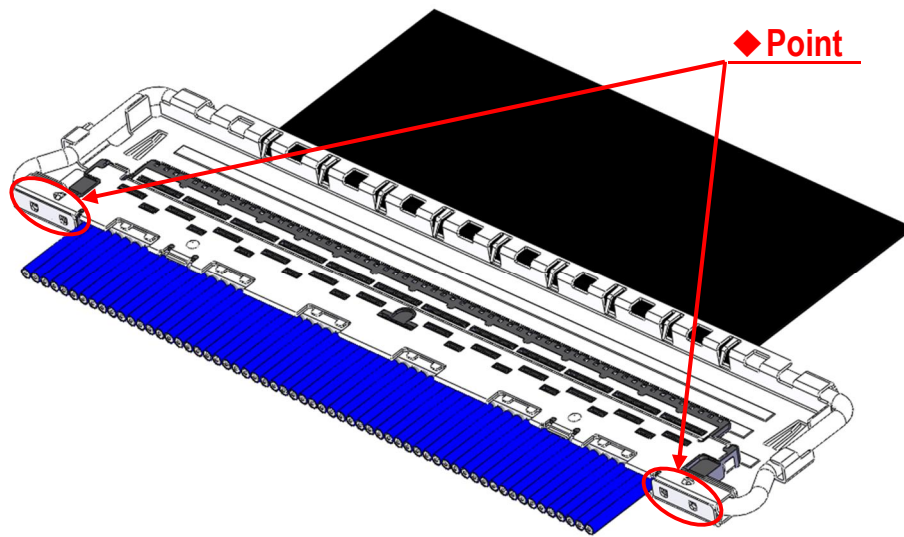

Fig.11 Soldering of Shell-A and Shell-B
- ⑥ Shell-A と Shell-B を半田コテにて全箇所半田付けすることを推奨する。 (Fig.11 ◆部)